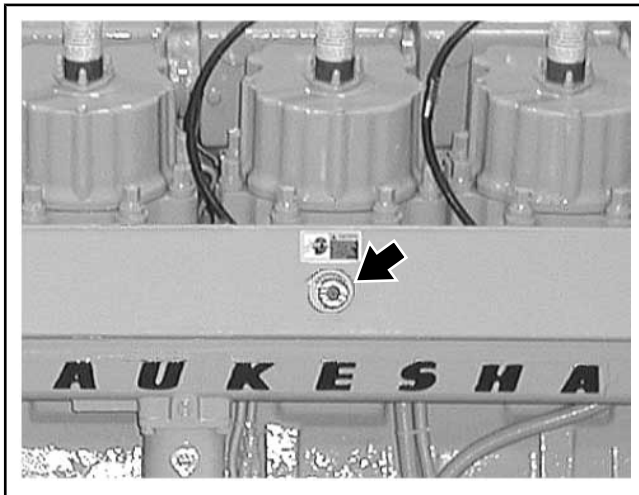

Рисунок 12.00-9: Аварийный останов — левая сторона
3. Убедитесь, что кнопки аварийного останова находятся в оттянутом положении (см. Рисунок 12.00-9).